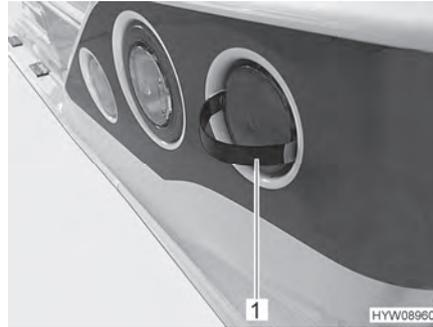

Fig. 153 Retirer le couvercle
- Introduire les languettes de verrouillage de l'outil fourni (Fig. 153,1) comme illustré à côté du couvercle.